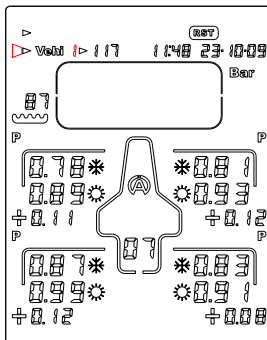

Figura 15
- 2) Con il tasto o , selezionate l'icona « **Vehi** » (figura 15)
- 3) Con il tasto o , selezionate il veicolo desiderato (figura 15)